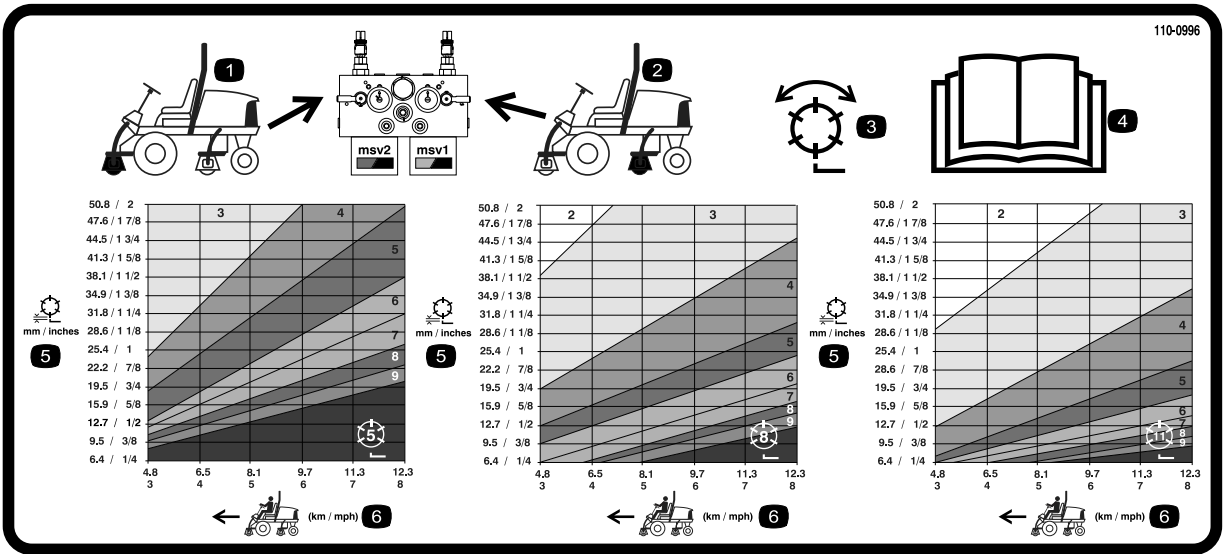
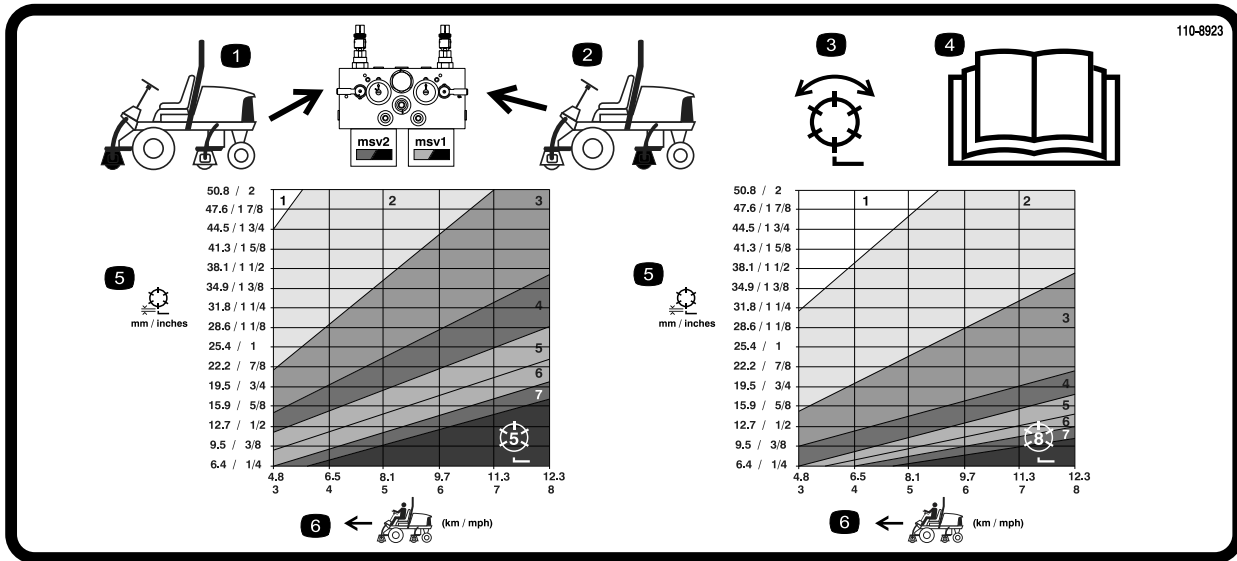

図 38
図 39
3. 使用するチャートを間違えないように注意してください7インチリールのCuttingユニットを使う 5510 と 5610 では、110-0996(図 38)の表を使用し、5インチリールのCuttingユニットを使う 5210 と 5410 では、110-8923(図 39)の表を使用します。